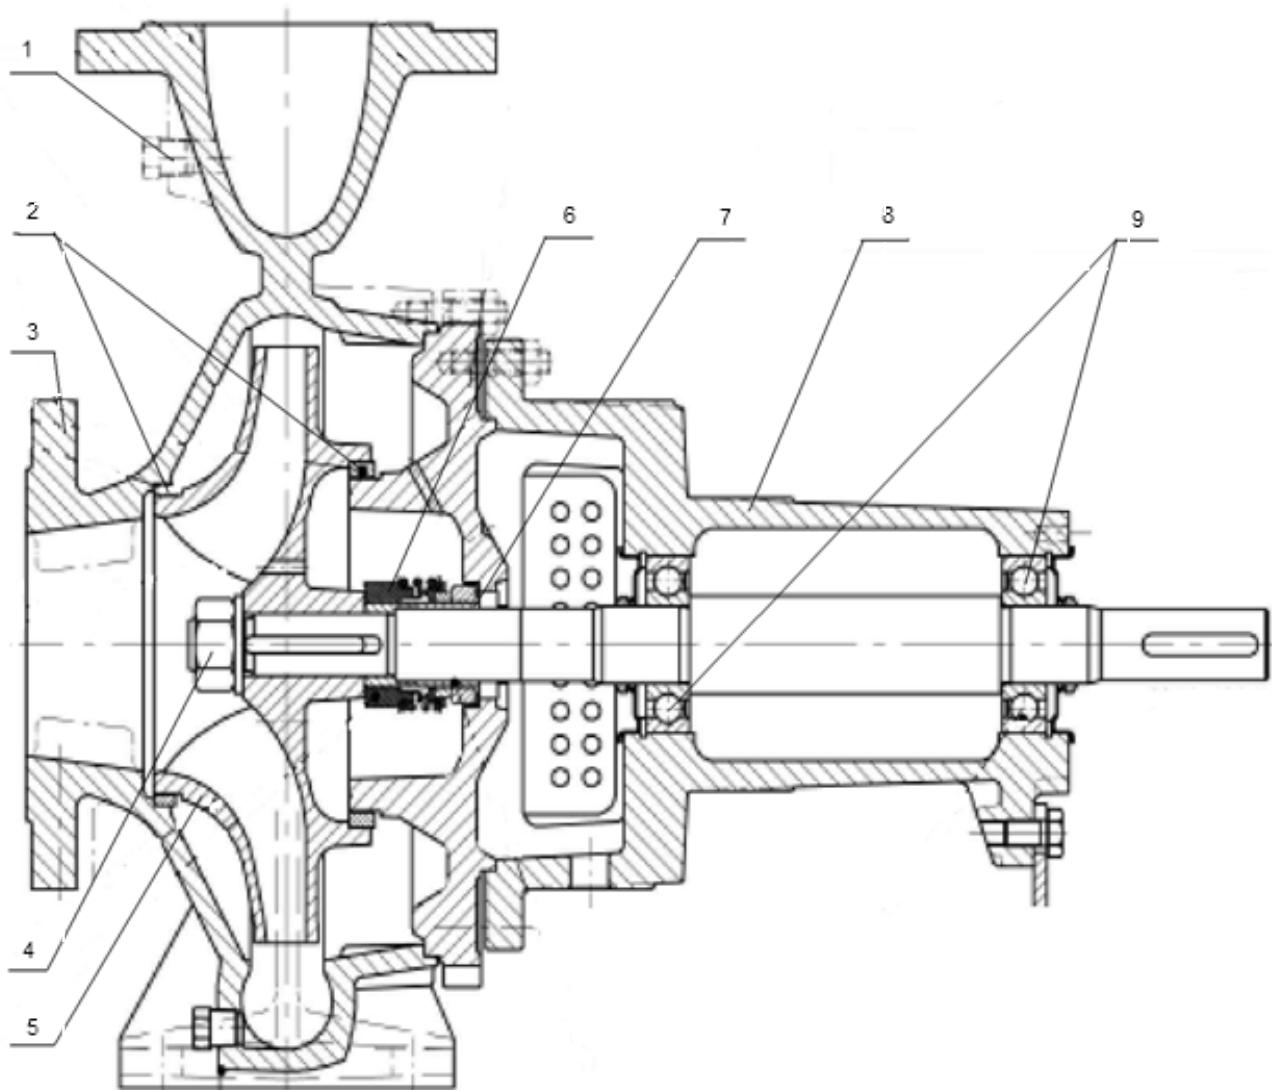

Рис. 4.Общий вид насоса ЦНК - Ex.
3. Открутить болты. (рис. 4) соединяющие фланец. с корпусом спиральным поз. 3;